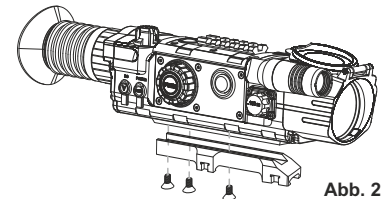

Abb. 2
- Mittels Sechskantschlüssels und Schrauben ist die Schiene an den Zielfernrohrsockel anzuschrauben (**Abb. 2**);